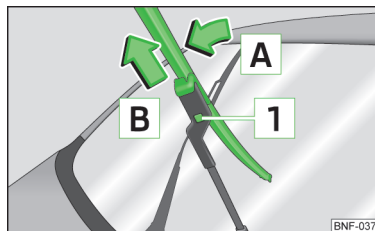

Fig. 32 Lamela ștergătorului de parbriz
- Ridicați brațul ștergătorului de lunetă de pe lunetă și basculați puțin lamela ștergătorului de lunetă în sensul brațului ștergătorului de lunetă, săgeata **A** » fig. 32.